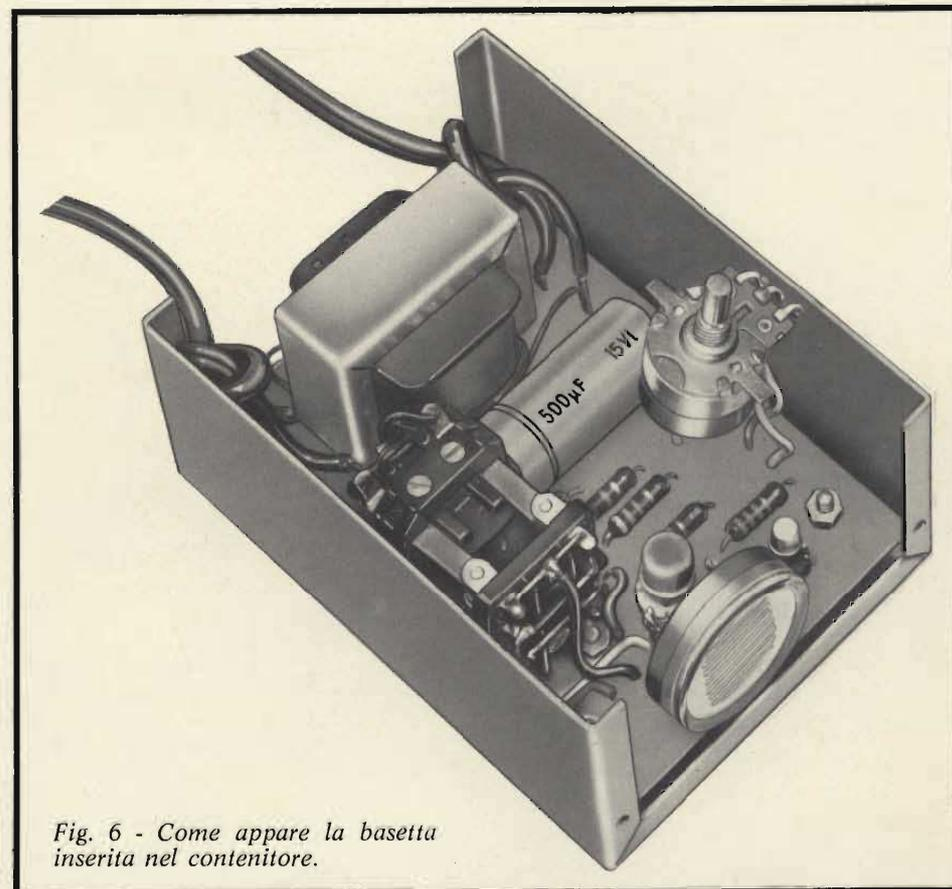

Fig. 6 - Come appare la basetta inserita nel contenitore.
La fig. 6 indica il fissaggio della basetta nel contenitore.
N.B. - E' bene introdurre i cavi con presa e spina nei rispettivi fori praticati sul coperchio e annodarli come si può notare dalla citata fig. 6, ciò al fine di evitare che strappi causati involontariamente si ripercuotano sui terminali.